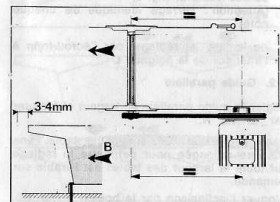

Figure 7
Respecter le plan de montage page 4 et 5, et suivant figure 7
- monter la courroie sur la poulie-moteur étagé 125 mm et la tendre en déplaçant la machine suivant flèche A (fig. 7)
Pour obtenir la tension correcte, éloigner la machine de 3-4 mm par rapport au moteur et serrer les boulons de fixation B (fig. 7)